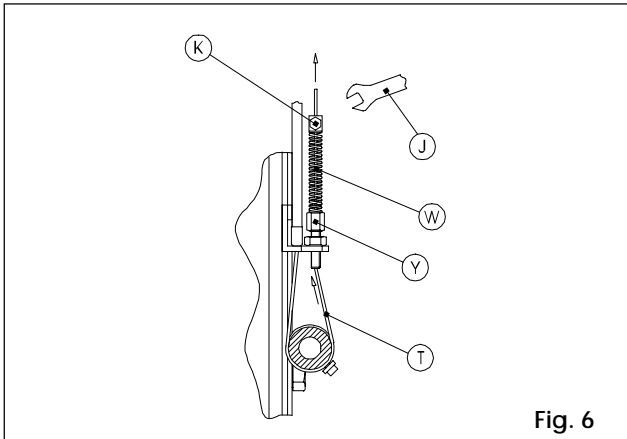

Fig. 6
- 8) Inserire il cavo **T** nel registro **Y**, calzare su di esso prima la molla **W**, poi il morsetto **K**. Tensionare il cavo **T** e stringere il morsetto **K** con la chiave **J**, come in Fig.6.
- 8) Insert cable **T** into the adjuster screw **Y** and fit onto it first spring **W** then clamp **K**. Tension cable **T** and tighten clamp **K** using the spanner **J** as shown in Fig.6.
- 8) Engager le câble **T** dans la vis d'ajustement **Y** puis monter sur cette dernière d'abord le ressort **W**, puis l'étrier **K**. Tendre le câble **T** et serrer l'étrier **K** à l'aide de la clé **J**, comme indiqué en Fig.6.
- 8) Insertar el cable **T** en el registro **Y**, y calzar en él primero el muelle **W** y después la grapa **K**. Tensar el cable **T** y apretar la grapa **K** con la llave **J** (Fig. 6).
- 8) Kabel **T** in das Register **Y** einziehen, hierauf zuerst die Feder **W** und dann die Klammer **K** streifen. Kabel **T** spannen und Klammer **K** gem. Abb. 6 mit Schlüssel **J** festziehen.